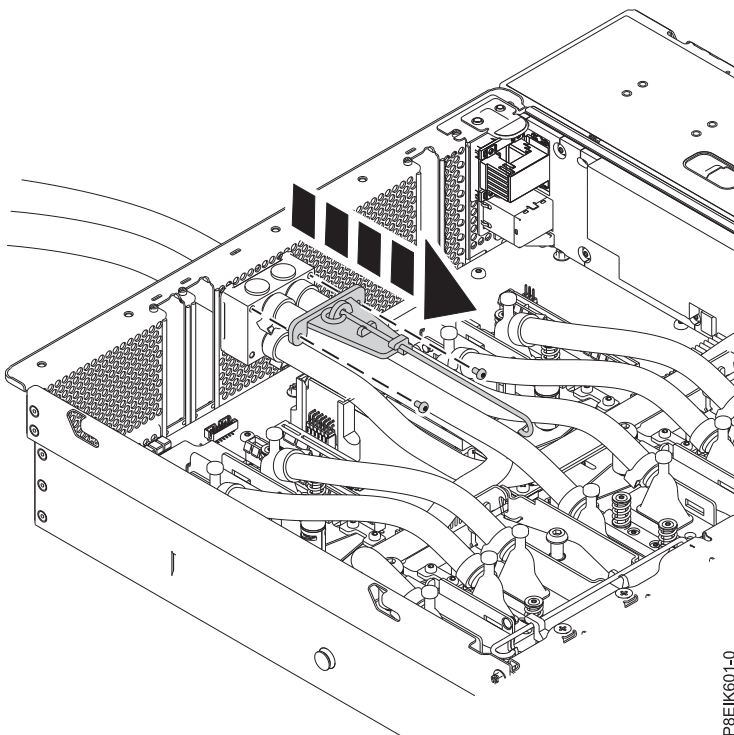

Figure 2. Retrait du crochet de service arrière
3. Retirez les deux vis de fixation du crochet de service arrière et déposez celui-ci comme illustré figure 2.